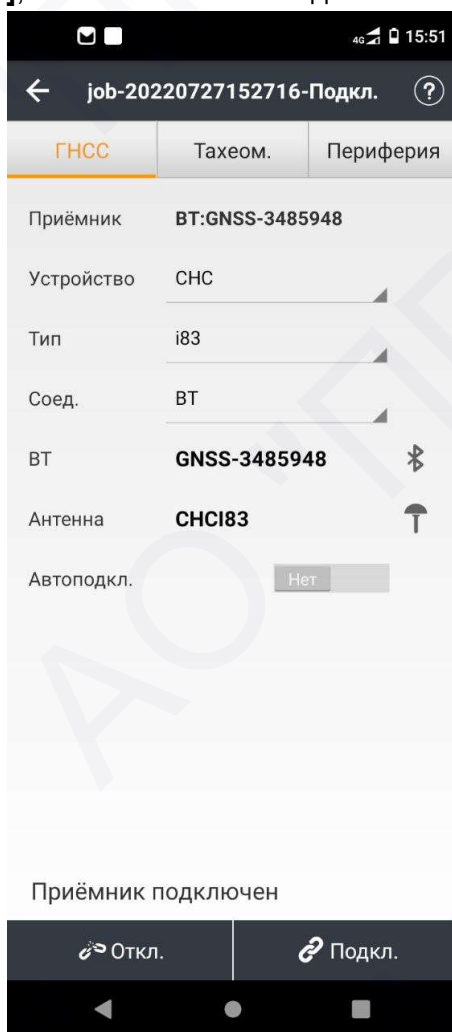

Рис. 2.54
2. Перейдите в меню **[Настройки]** → **[Подкл.]**. Выберите устройство: PrinCe, тип: i-серия, соединение: BT или WiFi, антенна CHC183 (см. рис. 2.54). Нажмите кнопку **[Подкл.]**, чтобы выполнить подключение.